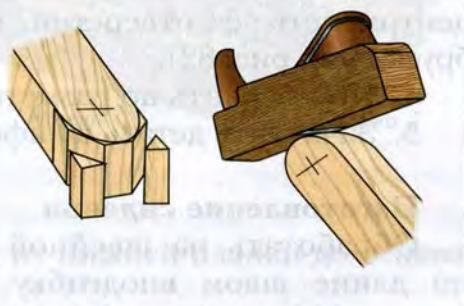

Рис. 83. Закругление рубанком
4. Сделать рубанком закругление $R\ 15$ в нижней части ножки, предварительно отпилив углы бруска (рис. 83).